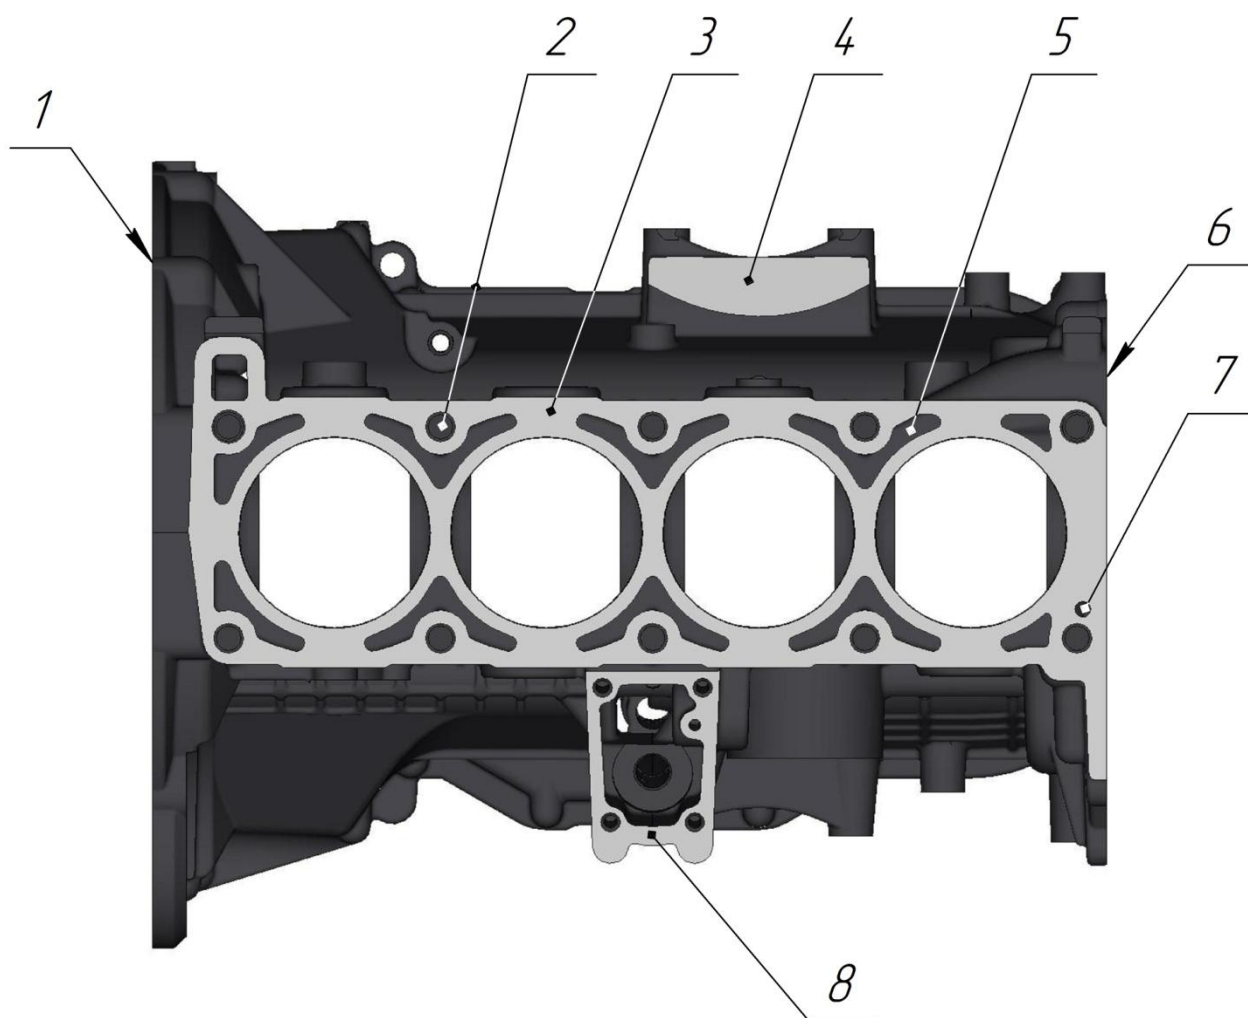
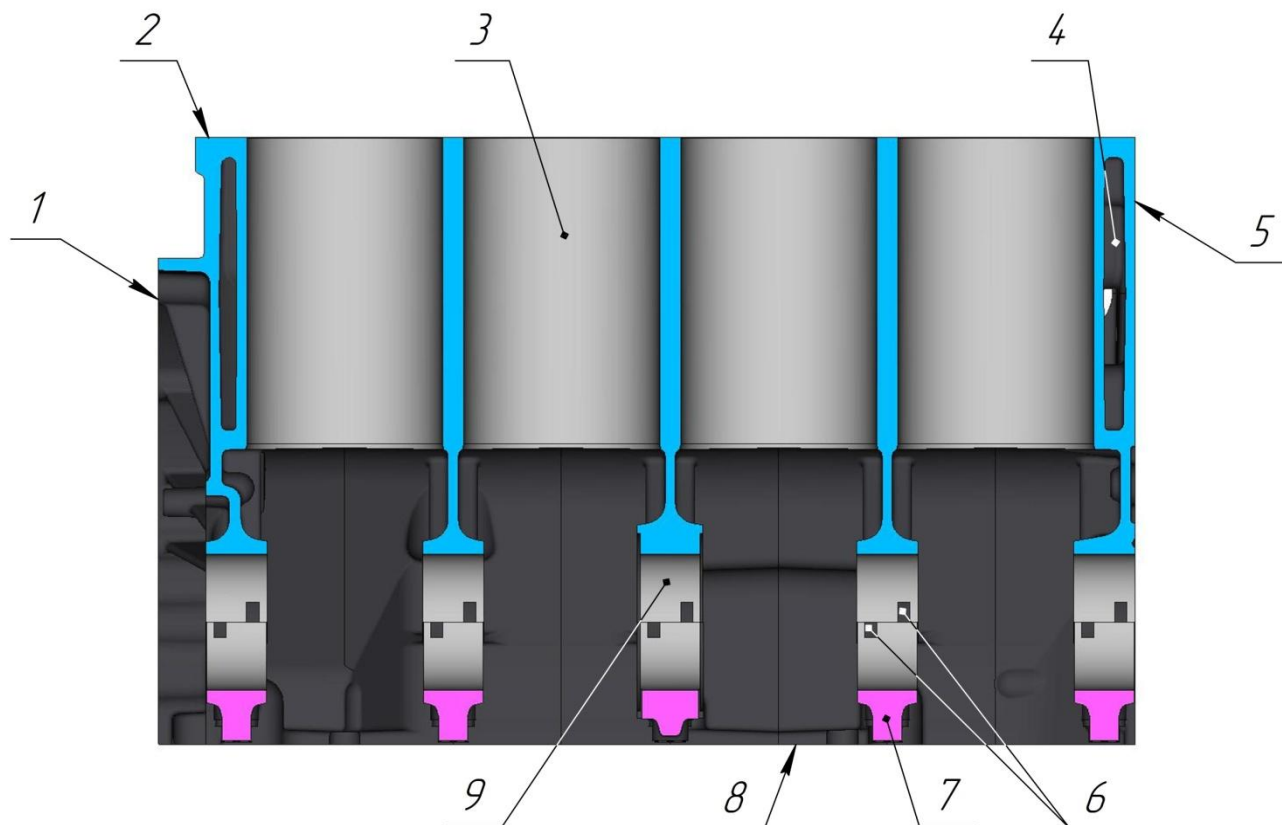

Рис.7. Блок цилиндров. Вид сверху:
Рис.9. Блок цилиндров. Продольный разрез по оси цилиндров:
**Блок цилиндров** (рис.7, 8, 9). Блок цилиндров из серого чугуна, выполнен в виде моноблока с картерной частью опущенной ниже оси коленчатого вала. В нижней части блока расположены пять гнезд коренных подшипников 9 (рис.9). Крышки коренных подшипников 7, изготавливаемые из высокопрочного чугуна, обрабатываются в сборе с блоком цилиндров и поэтому они не взаимозаменяемы. На нижней плоскости 1, 2 и 4-ой крышек выбиты их порядковые номера для правильной установки. При установке крышек замочные пазы 6 под вкладыши в блоке цилиндров и в крышках следует располагать с одной стороны.